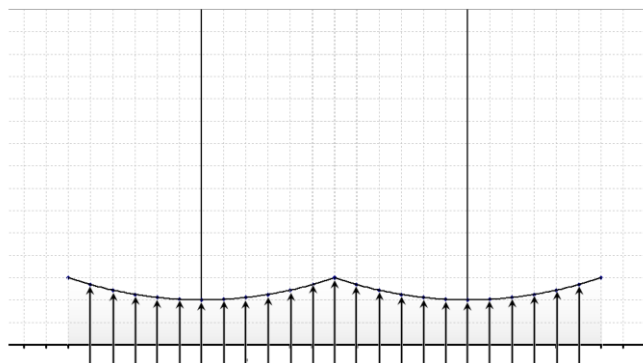

Рис. 4
1.1 Пусть лучи света падают на пластинку, как показано на рис. 4